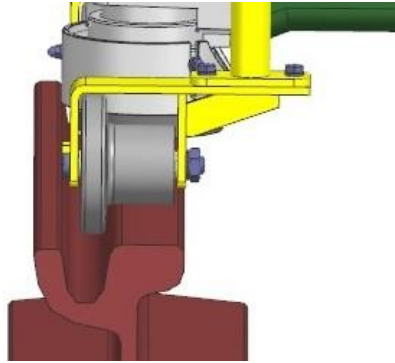

Figura 8: Rodillo con pestaña unilateral para carriles de garganta profunda embebidos
- juego de rodillos con pestaña unilateral para carriles de garganta profunda embebidos (figura 8)